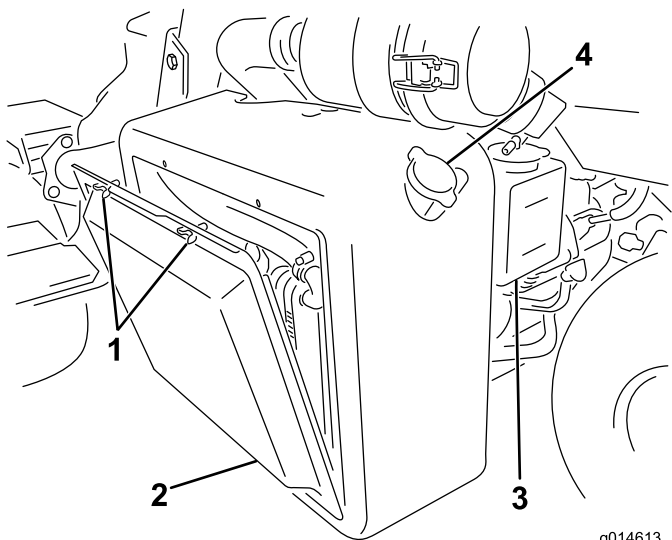
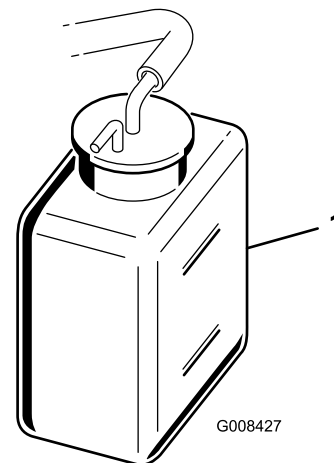

Figura 41
Figura 42
1. Retire la rejilla del radiador (Figura 41).
2. Compruebe el nivel de refrigerante (Figura 41 y Figura 42).